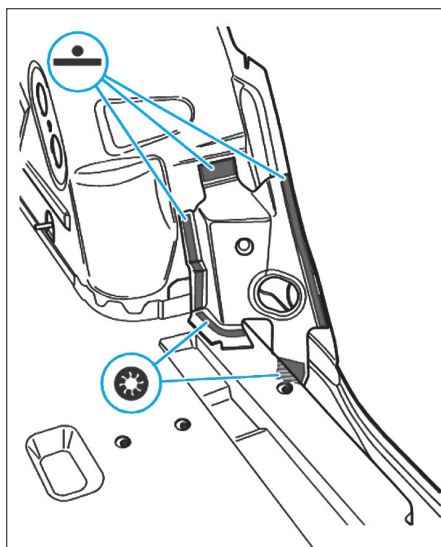
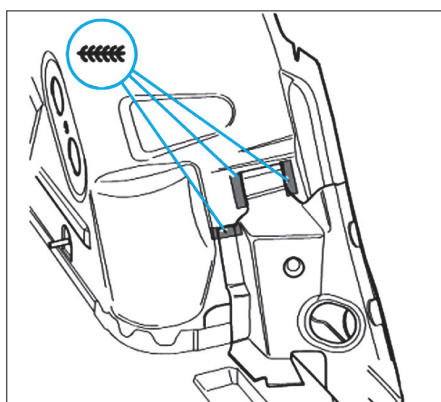

FIG. 63
FIG. 64
- Souder la zone d'accostage en cordon continu sous gaz de protection (Fig.63) et (Fig.64).